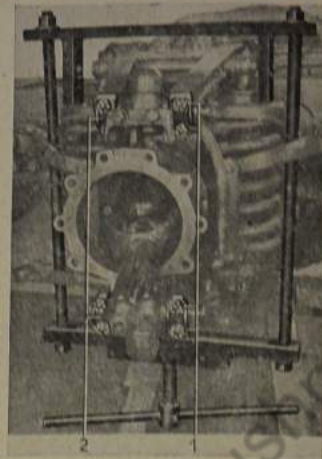

Bild 685: Federspannvorrichtung Nr. 1401 ansetzen
13. Federspannvorrichtung Nr. 1401 in bekannter Art ansetzen (Bild 685).